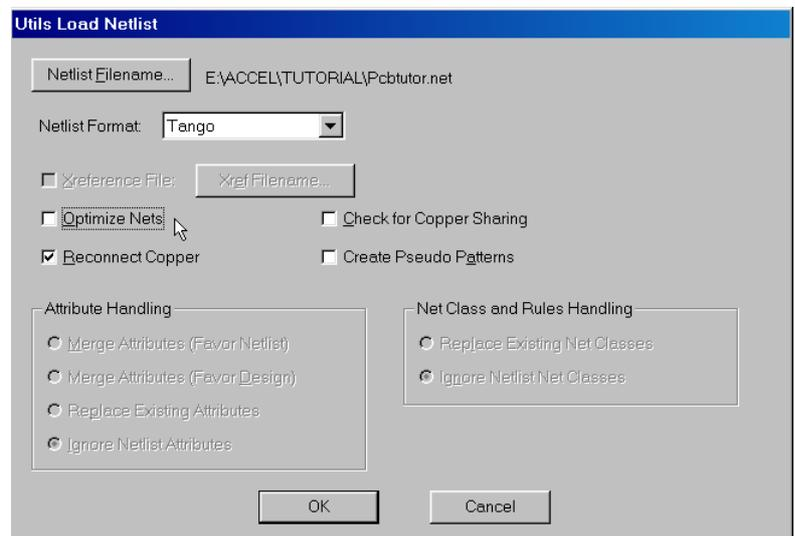

Рис. 9-8. Загрузка списка цепей
- 2) На панели **Utils Load Netlist** (см. рис. 9-8) нажмите кнопку **Netlist Filename** и стандартным для Windows способом найдите и выберите в папке Tutorial системы P-CAD файл Pcbtutor.net.
Поскольку в системе P-CAD возможны различные варианты загрузки списка цепей, рассмотрим назначение остальных кнопок, окон и флажков на панели **Utils Load Netlist** (см. рис. 9-8).